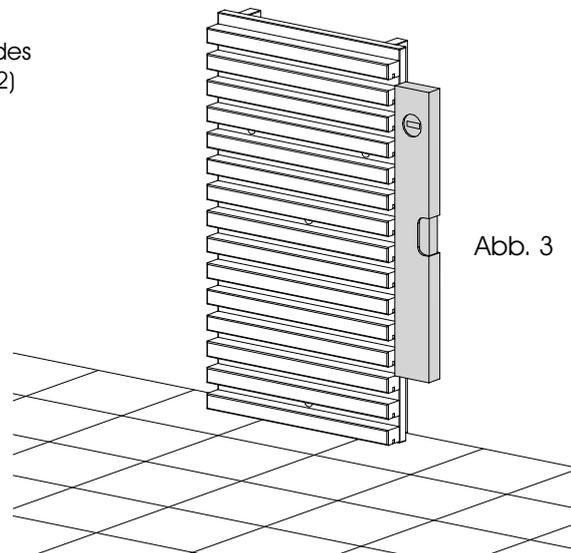

Abb. 3
2. Anschließend das untere Wandpaneel ausrichten (Abb. 3+4)
2. Die Löcher anhand der Skizze (Abb. 3+4) mit einem $\text{Ø}8 \text{mm}$ Bohrer in die Wand bohren